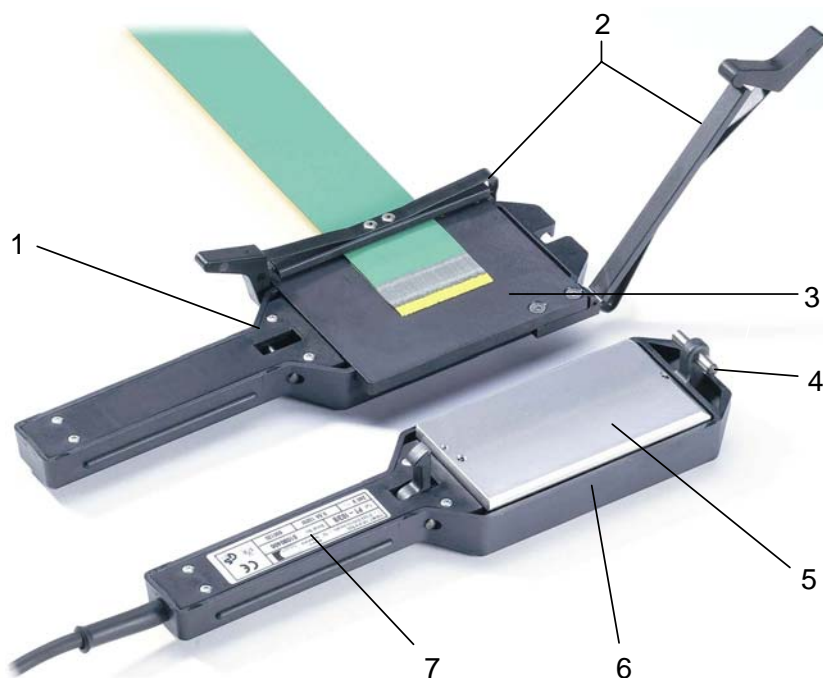

Figura 3
- Inserire un estremità preparata del nastro/della cinghia centrata in modo esatto (con la superficie smussata verso l'alto) e fissarla con la molla di fissaggio vedere figura 3.
- Posizionare l'altra estremità del nastro/cinghia sovrapposta e allineata in modo rettilineo e fissarla con l'altra molla di fissaggio (2).
- Agganciare la parte superiore della pressa (6) con la cerniera (4) alla parte inferiore (1) e chiudere la pressa.
- Chiudere il dispositivo di pressatura a caldo e innestare il gancio di bloccaggio (9) premendo la maniglia superiore verso il basso (10).